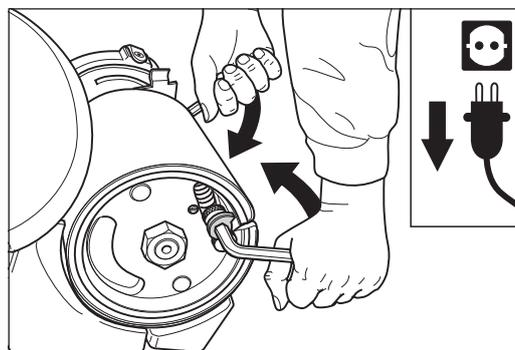

Abb. 16 Öffnen der Papieraufspannung mit den beiden Innensechskantschlüsseln (Größe 10 mm) und abnehmen des alten Bogens.
- 7 Stecken Sie die passenden Innensechskantschlüssel (Größe 10 mm) seitlich in die Spannbolzen. Öffnen Sie die Papieraufspannung, indem Sie mit der linken Hand den Innensechskantschlüssel nach oben ziehen und mit der rechten Hand den anderen Innensechskantschlüssel nach unten drücken (Abb. 16).